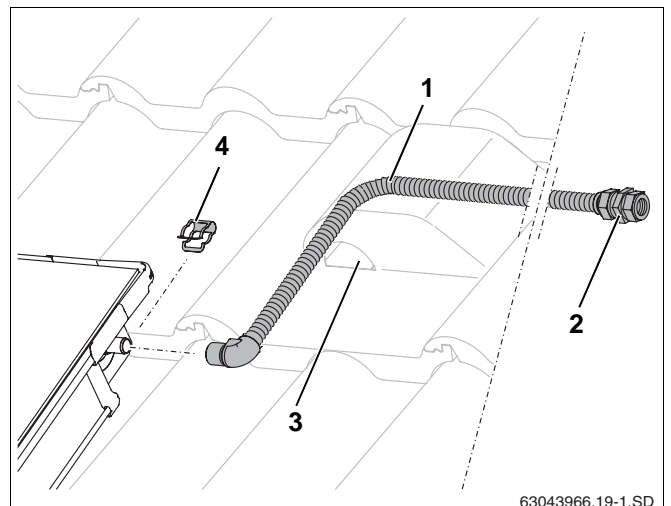

Bild 53 Montera framledning (utan avluftare på taket)
- ▶ Skjut anslutningsröret (1 000 mm, bild 53, **pos. 1**) till solpanelsgruppens framledningsanslutning och fixera med klämma (bild 53, **pos. 4**).
- ▶ Led anslutningsröret tillsammans med givarkabeln genom avluftningsspannan (bild 53, **pos. 3**) och takisoleringen.
- ▶ Anslut värmebärarledningen till skäringskopplingen (bild 53, **pos. 2**).